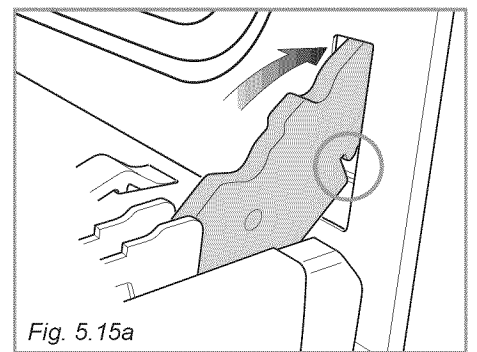

Fig. 5.15a
- Insérer le crochet des charnières (droite et gauche) dans son emplacement; s'assurer que la rainure soit dans sa logement (fig. 5.15a).